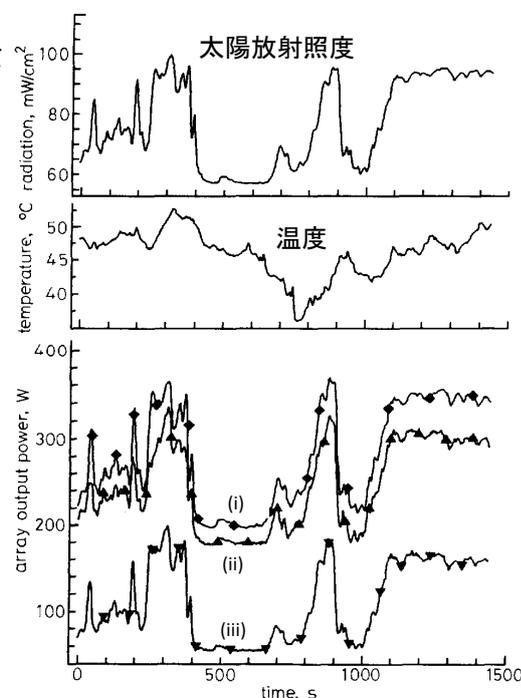

図2 本方式による実証試験
- 最大電力追従増分コンダクタンス法は、P-V曲線の傾きが最大電力点でゼロになる特性を利用した制御法です。温度や雲量等の諸条件が変化しても、逐次最大電力点に達するまで動作電圧を調整して、出力する電力の効率を大幅に向上できることが明らかになりました(図2)。